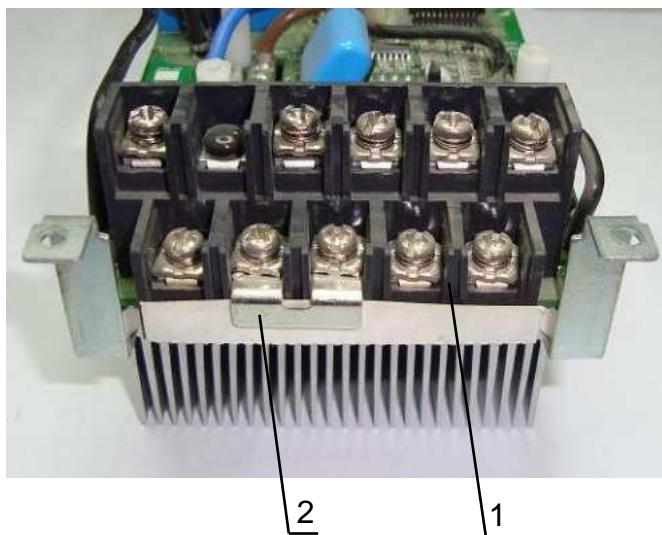

Рис. 7.14
7.3.12. Установить перемычку 2 на клеммник 1, вкрутив два винта (рис. 7.14).